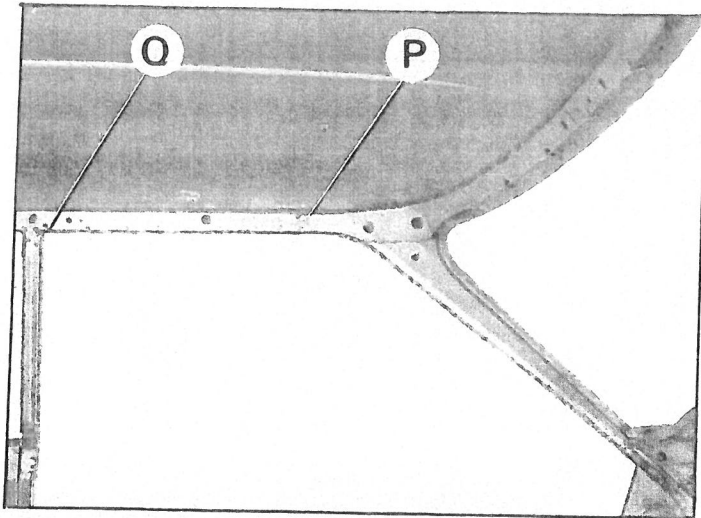

Fig. 4
- Débraser les points P et symétriquement O (voir fig 4)